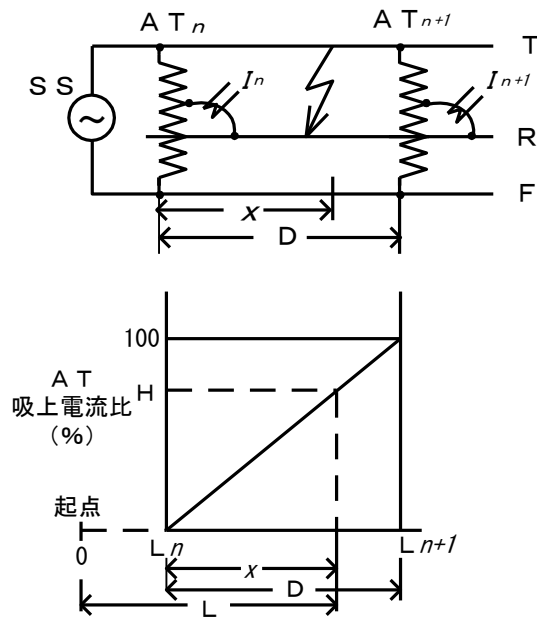
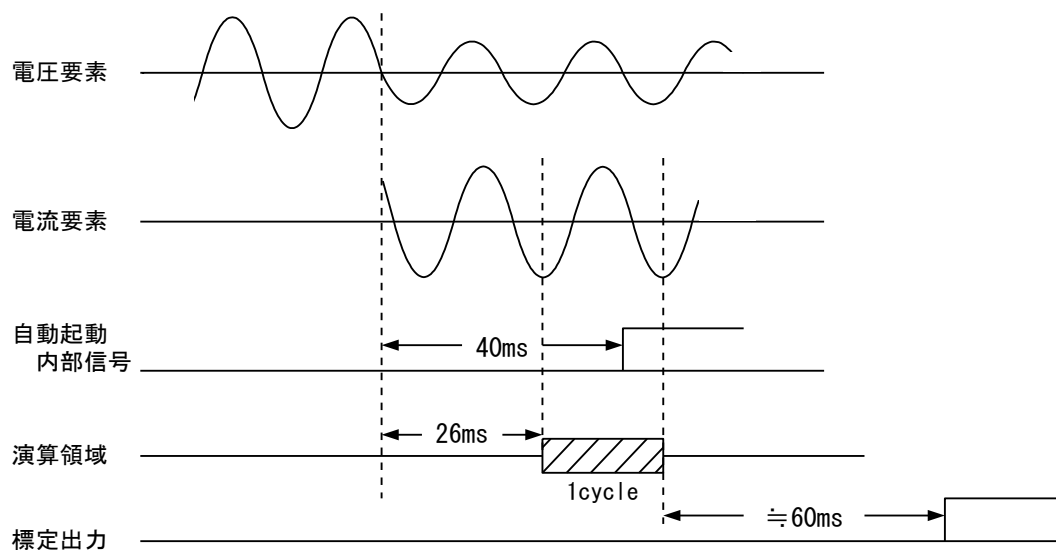
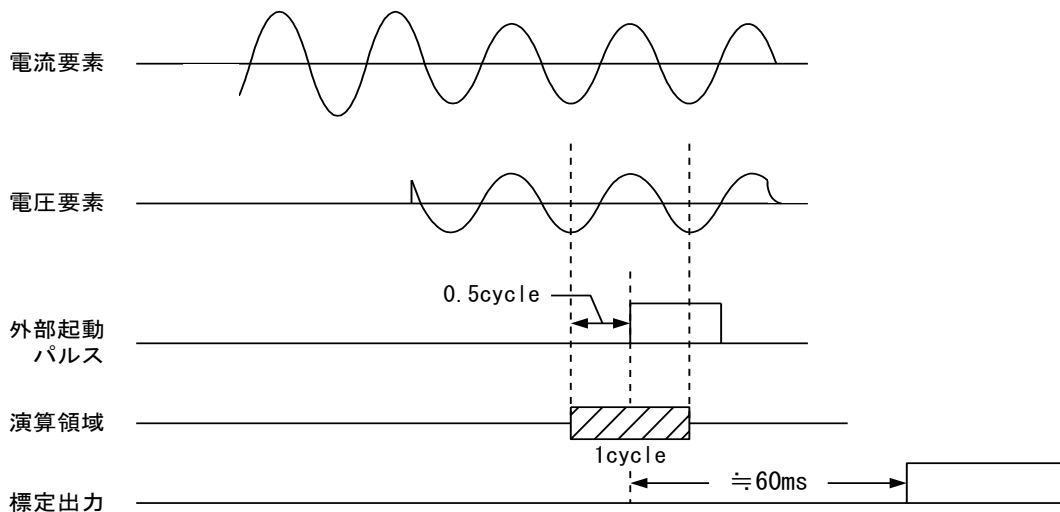

図1 故障点標定原理
図 4. 自動起動タイムチャート
図 5. 外部起動タイムチャート
付図1 ロケータ相互接続図
これは故障点をはさむ AT の吸上電流比は、距離に対し直線的な関係を示す原理のよるもので、図 1 に原理図を示します。
総合および各部のブロックダイアグラムは付図1に示します。
送量符号	<p>遠制装置および配電盤との接点授受およびコード表は付図 4 によることとし、補助符号の内容は図 (1) による。</p>  <p style="text-align: center;">図 (1)</p>
ロケータ相互接続図を付図1に、計測部ブロック図を付図2に、ロケータインタフェイスを付図3に、遠制装置～ロケータインタフェイス図を付図4に、パルス発生部接続図を付図5に示します。
デジタルロータリスイッチ設定 = '6' の例を図 5 に示します。
自動または外部起動により計測部が動作すると、付図 4 の遠制装置～ロケータインタフェースの内容に従って計測データを送量します。
パルス発生部の回路図(ブロック図)を付図5に示します。